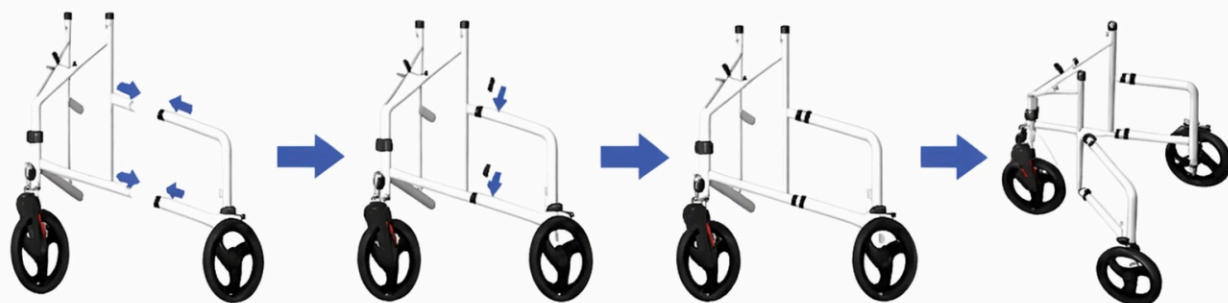

Figura 3
Paso 2 (como se muestra en la Figura 3): Retire el conjunto del bastidor trasero izquierdo (3) e insértelo en el bastidor izquierdo del conjunto del bastidor principal (1). Después de la inserción, alinee los orificios del conjunto del bastidor trasero izquierdo (3) con los orificios del bastidor izquierdo del conjunto del bastidor principal (1). Inserte el pasador en forma de C (10) a través de los orificios alineados del bastidor izquierdo y del conjunto del bastidor trasero izquierdo para conectarlos. Repita el mismo proceso para el conjunto del bastidor trasero derecho (5).
Passaggio 2 (come mostrato nella Figura 3): Prendere il gruppo telaio posteriore sinistro (3) e inserirlo nel telaio sinistro del gruppo telaio principale (1). Dopo l'inserimento, allineare i fori del gruppo telaio posteriore sinistro (3) con quelli del telaio sinistro del gruppo telaio principale (1). Inserire il perno a forma di C (10) attraverso i fori allineati del telaio sinistro e del gruppo telaio posteriore sinistro per collegarli. Ripetere la stessa procedura per il gruppo telaio posteriore destro (5).
Passo 2 (conforme mostrado na Figura 3): Retire o conjunto do quadro traseiro esquerdo (3) e insira-o no quadro esquerdo do conjunto do quadro principal (1). Após a inserção, alinhe os orifícios do conjunto do quadro traseiro esquerdo (3) com os do quadro esquerdo do conjunto do quadro principal (1). Insira o pino em forma de C (10) através dos orifícios alinhados do quadro esquerdo e do conjunto do quadro traseiro esquerdo para os ligar. Repita o mesmo processo para o conjunto do quadro traseiro direito (5).
Pasul 2 (așa cum este prezentat în Figura 3): Luați ansamblul cadrului spate stâng (3) și introduceți-l în cadrul stâng al ansamblului cadrului principal (1). După inserare, aliniați orificiile cadrului spate stâng (3) cu cele ale cadrului stâng al ansamblului cadrului principal (1). Introduceți știftul în formă de C (10) prin orificiile aliniate ale cadrului stâng și ale ansamblului cadrului spate stâng pentru a le conecta. Repetați aceeași procedură pentru ansamblul cadrului spate drept (5).